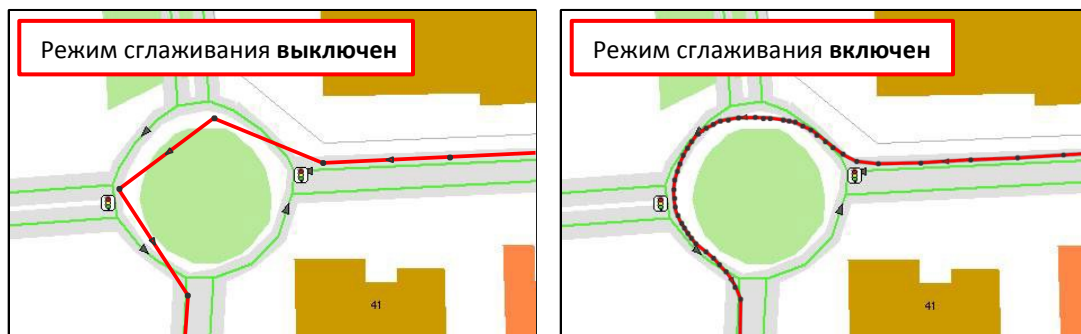

Рис.3.3.1.2. Сглаживание маршрута
**Сглаживание маршрута** – особый режим работы «Вояджера», при его включении путь объекта на карте отображается без «срезания» углов. Сглаживание маршрута достигается изменением в работе «Вояджера». При изменении направления движения объекта запись координат в историю производится значительно чаще. Если скорость объекта меньше 15 км/ч, запись также производится значительно чаще. Таким образом, достигается более детальная прорисовка маршрута движения транспортного средства во время поворотов и медленного движения (например, в пробках). Ниже на рис.3.3.1.2. показана работа функции сглаживания маршрута.